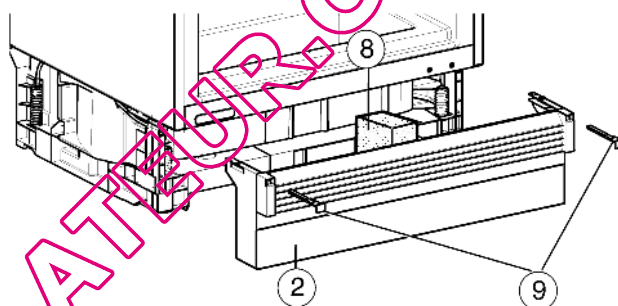

Fig. 11
- ▶ Installer la mousse isolante Fig. 11 (8) nécessaire au fonctionnement des flux d'air séparés.
- ▶ Fixation du cache socle : enclencher le verrou Fig. 11 (9) tout en maintenant le cache socle.